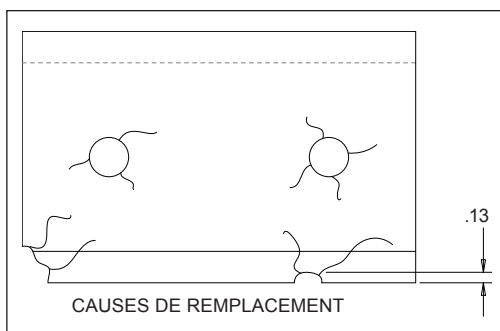

Figure 5,2 - Causes de remplacement
1. Il y a des fissures, des coins cassés ou des entailles de plus de 1/8 po (Figure 5,1)